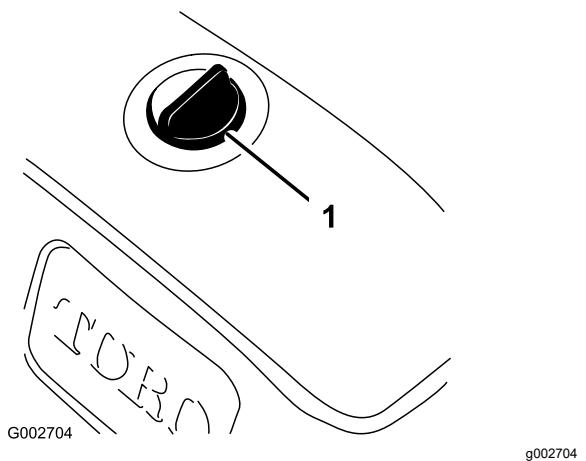

図 42
3. 異物をタンクに入れないよう、油圧オイルタンクのキャップ取り付け部周辺をウェスできれいに拭く図 42。